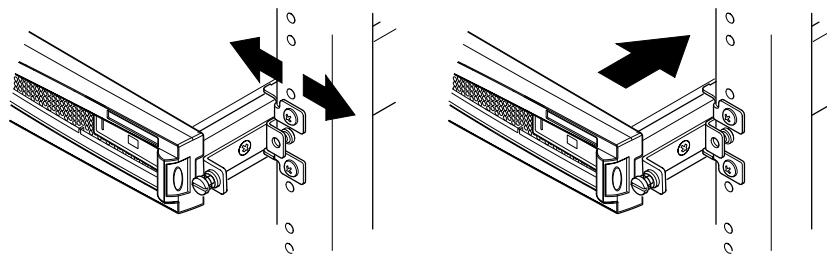

図 5-8 スライド金具の調整とサーバーのラックへの固定
8. サーバー側面のつまみねじを、ラックのスライド金具の位置に合わせます (図 5-8 を参照)。